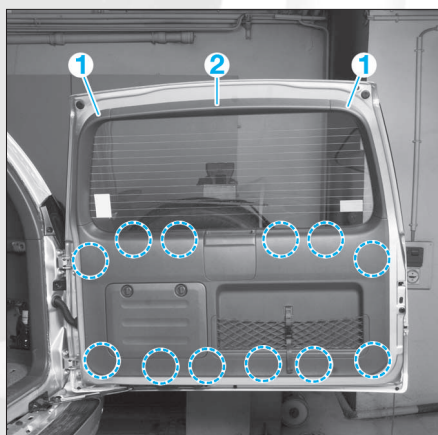

FIG. 62
- Décliper fermement les garnitures (1) et (2) (Fig.62).
- Dégrafer fermement aux endroits indiqués (Fig.62).